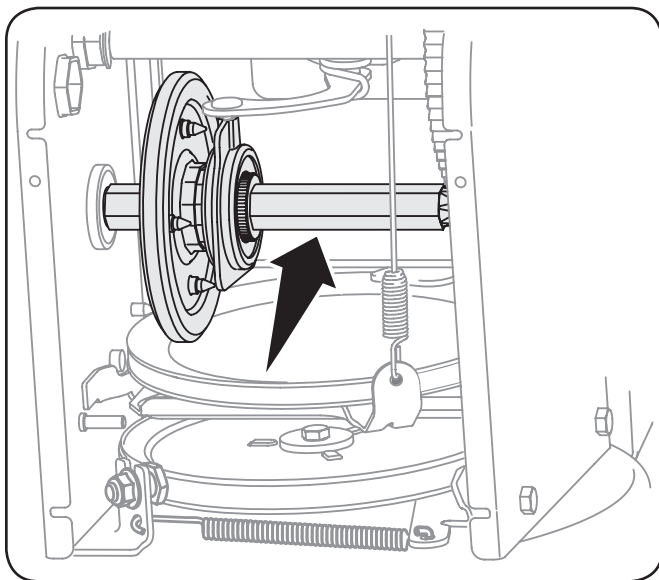

Figura 6-4
4. Aplique una capa ligera de Bostik Grado Regular Never-Seez® para el eje hexagonal. Vea la Figura 6-4.